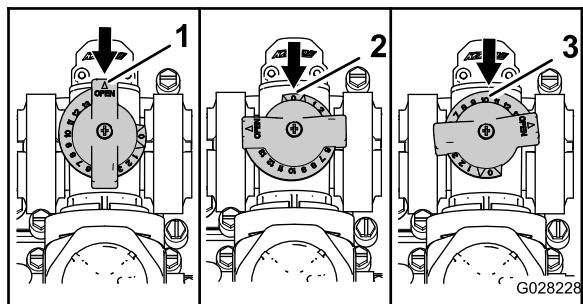

图130
- 图130 中所示为搅拌旁通阀处于完全“打开”位置。
- 图130 中所示为搅拌旁通阀处于“关闭”0位置。
- 图130 中所示为搅拌旁通阀处于“中间”位置经打药车系统压力表进行调节。